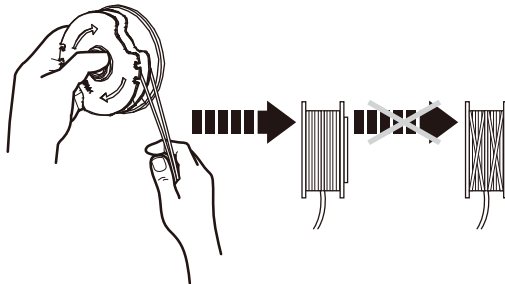

Fig. 26
7. Enrole firmemente todas as linhas de aparar em torno da bobina de aparar (12c), na direção das setas na bobina de aparar (12c) (Fig. 26).